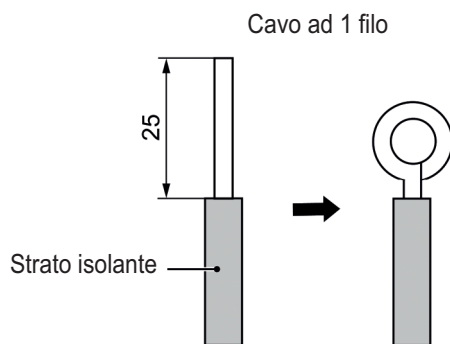

Fig. 4.18
(1) Collegamento di un unico filo (come mostrato in Fig. 4.18)